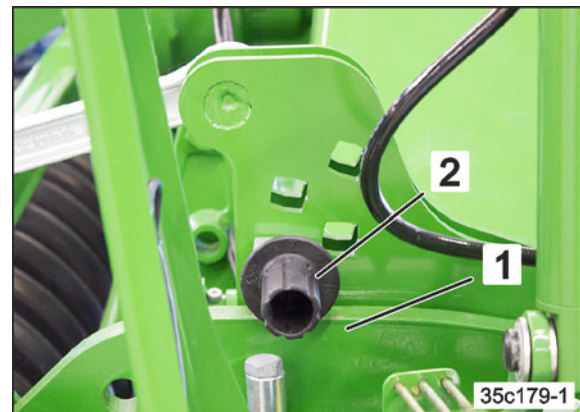

Рис. 106
- Кронштейны (Рис. 106/1) опираются на пальцы регулировки глубины (Рис. 106/2).
7. Убедитесь, что оба кронштейна (Рис. 106/1) прилегают к пальцам регулировки глубины.